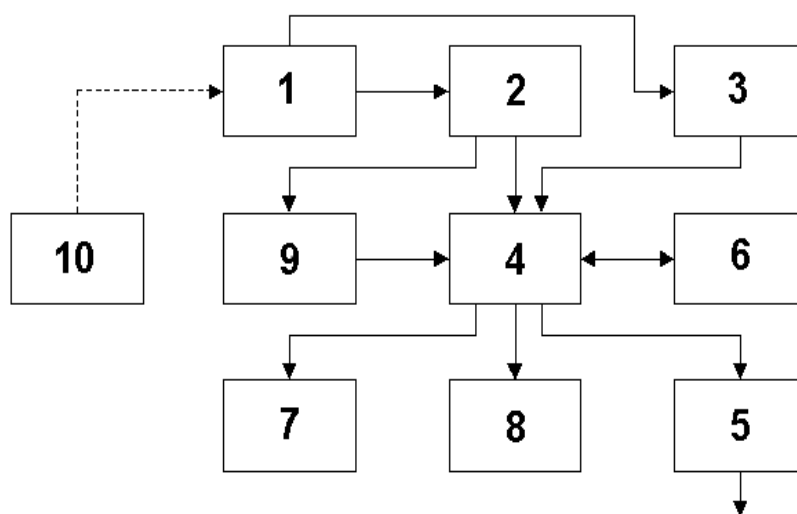

Рис. 5.4. Функциональная схема твердомера
5.2.3. Функциональная схема твердомеров МЕТ-У1 / МЕТ-У1А, МЕТ-Д1 / МЕТ-Д1А и МЕТ-УД / МЕТ-УДА приведена на рис.5.4.